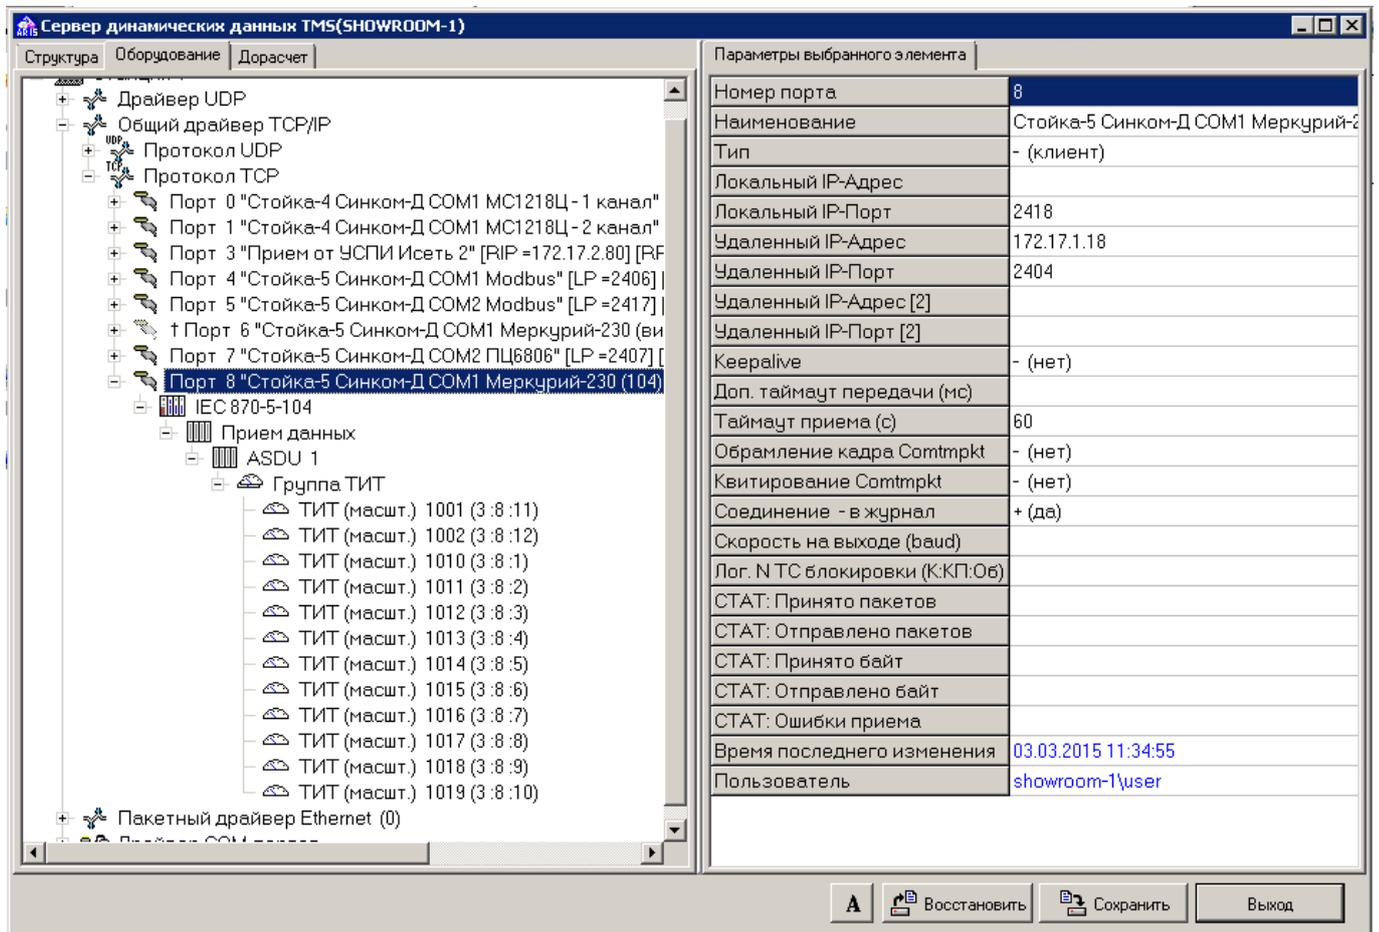
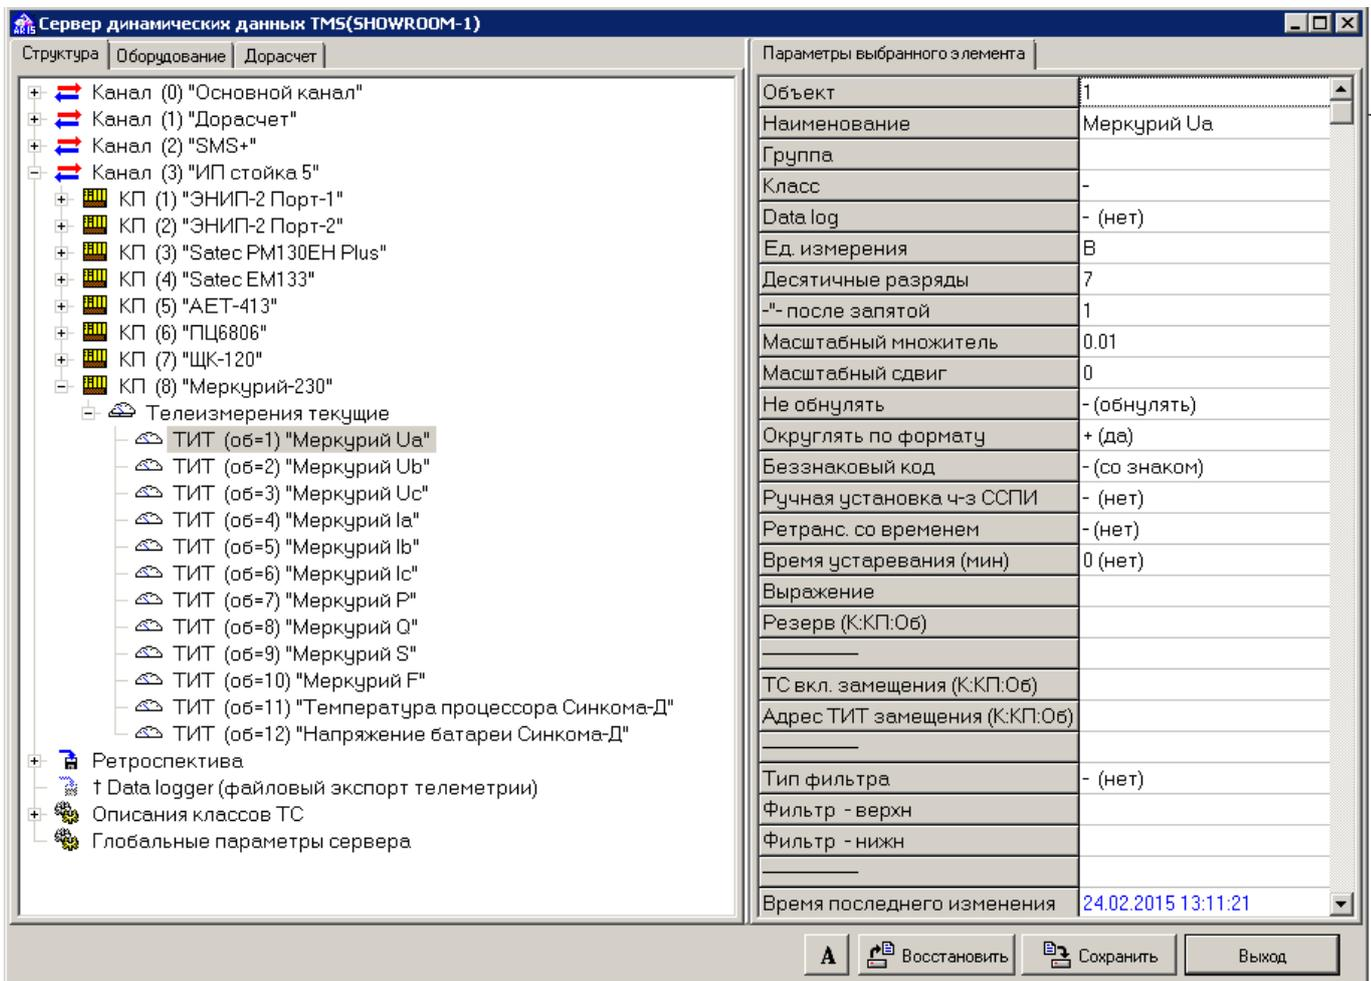
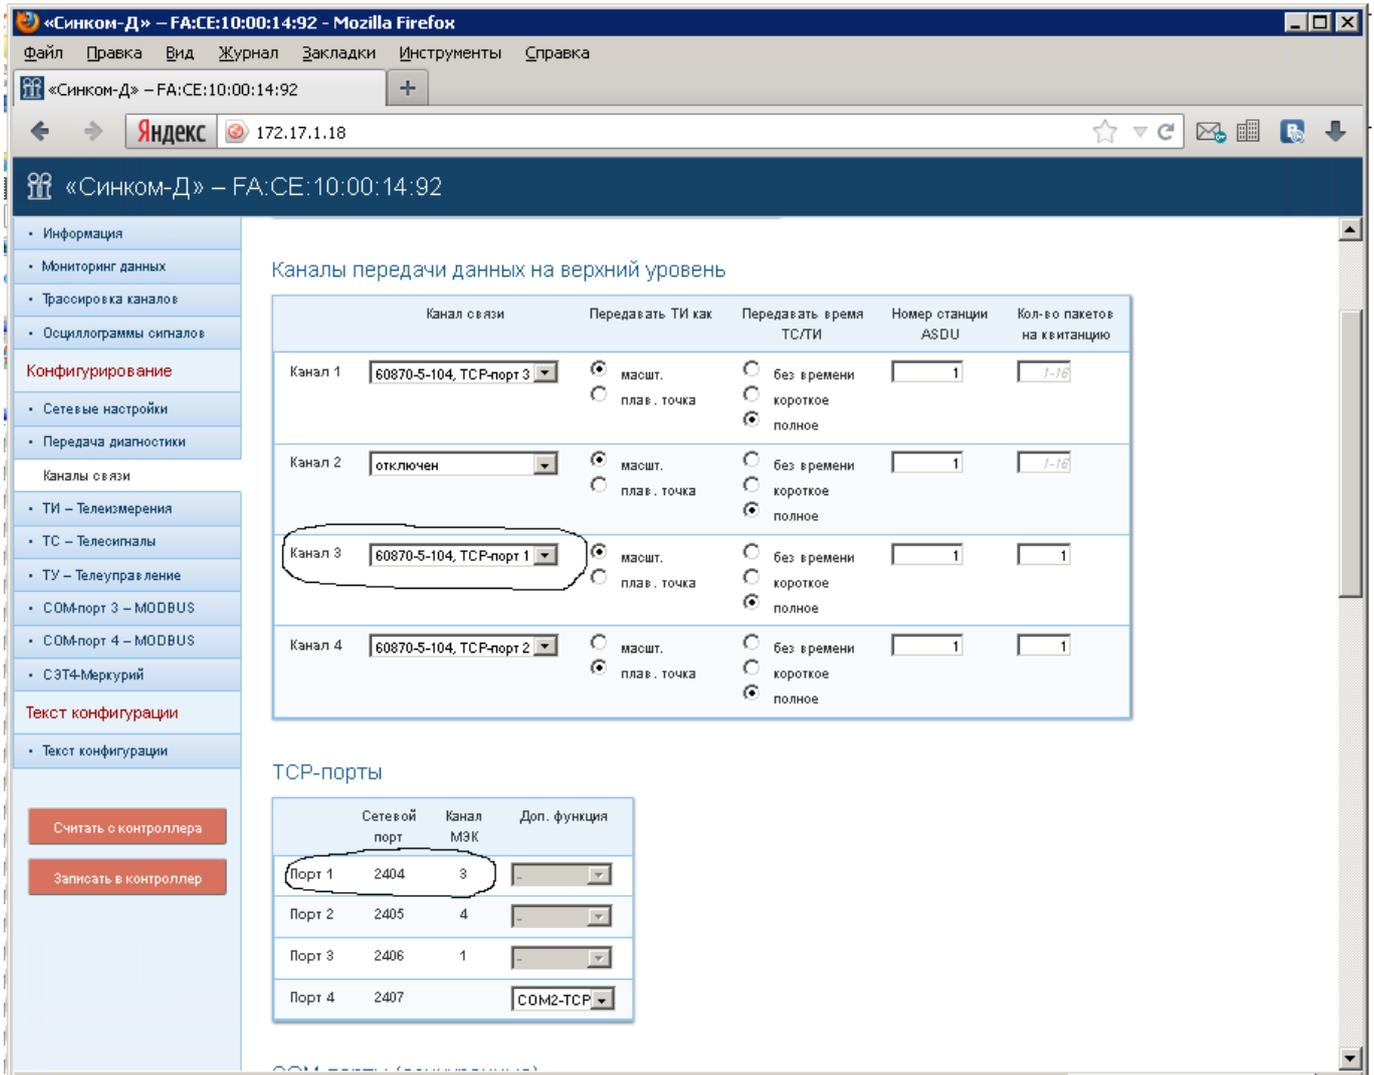

Рис. 8 Настройка сервера ARIS SCADA (порт)
Рис. 13 Настройка сервера ARIS SCADA (описание ТИТ)
Рис. 14 Канал передачи на верхний уровень
1) На Рис. 8 ... Рис. 13 приведен пример настройки сервера динамических данных ПО ARIS SCADA при приеме телеметрии от Меркурий-230 через контроллер Синком-Д. Контроллер Синком-Д настроен на прием телеметрии от Меркурий-230 в соответствии с приведенным выше описанием - через COM1 контроллера и передачей ее на верхний уровень (серверу ARIS SCADA) в протоколе МЭК 870-5-104. В контроллере Синком-Д прошито специальное ПО - «SincomD\_SET4.hex».
На Рис. 14 ... Рис. 17 приведен пример настроек контроллера Синком-Д, соответствующих настройкам сервера динамических данных ПО ARIS SCADA, приведенных выше (см. Рис. 8 ... Рис. 13).